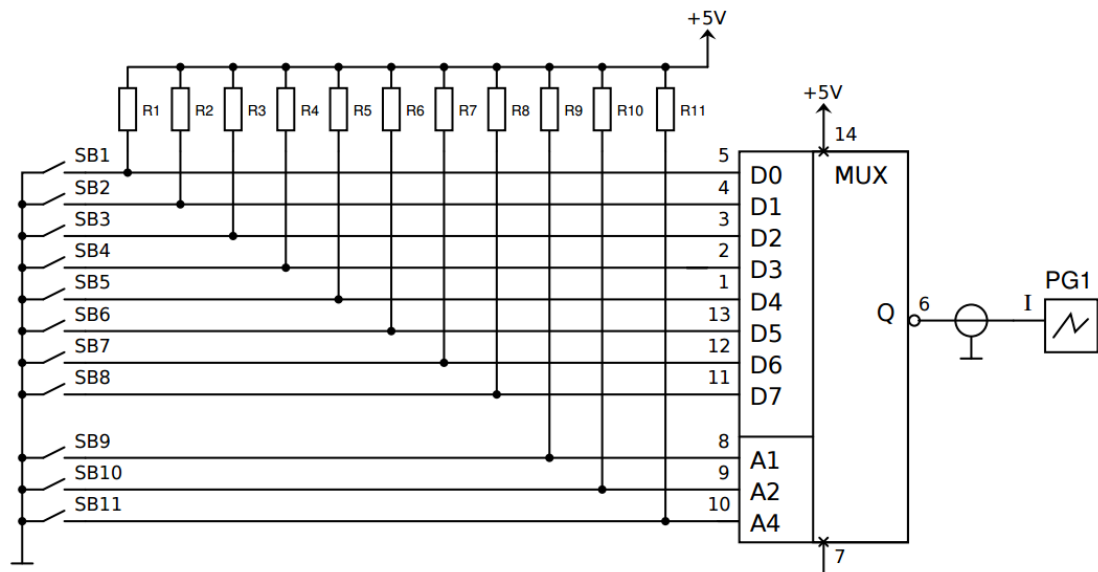

Рисунок 2 – Схема для снятия временных диаграмм мультиплексора
1. Собрать схему (рисунок 2) на макетной плате.